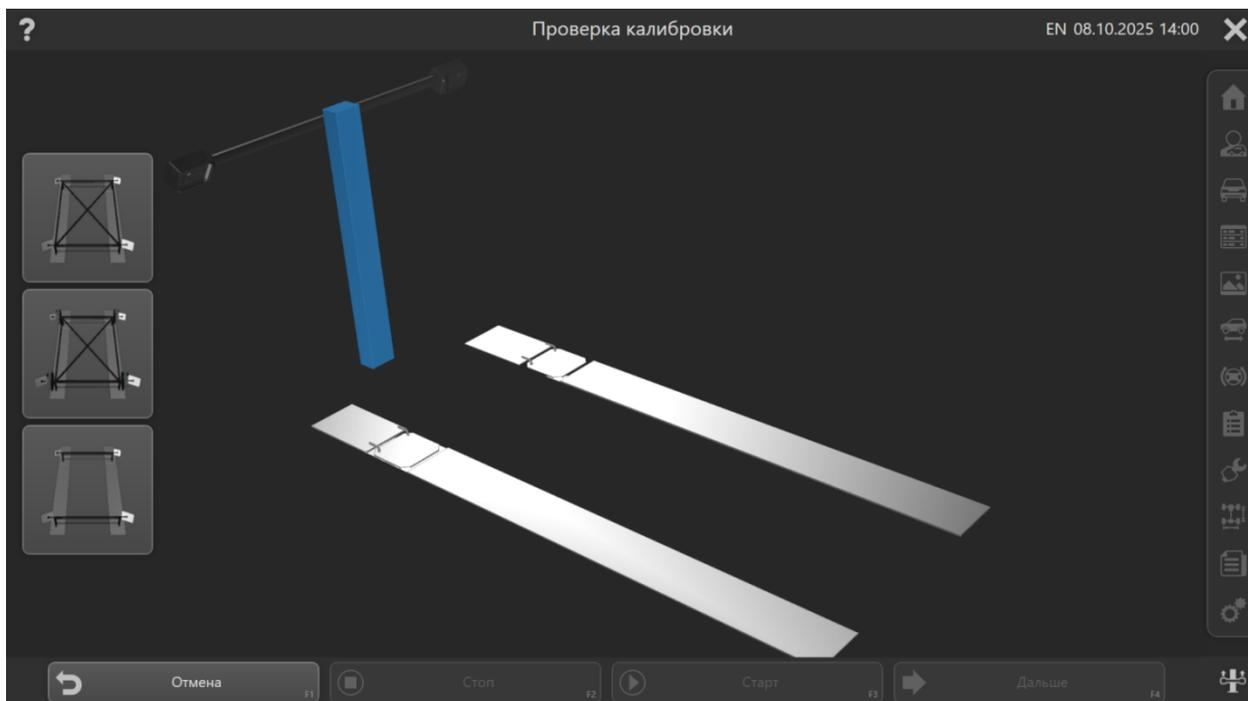

Рисунок 9.5 – Окно проверки калибровки
- проверка калибровки ISO-рамой без захватов (рис.9.5);